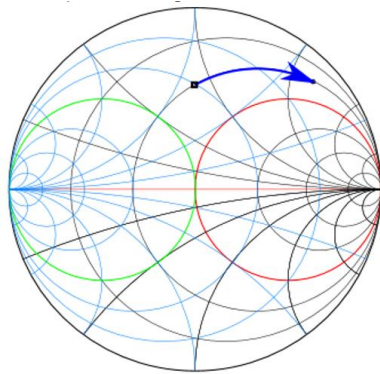

Fig.1 : Modification de l'impédance avec une inductance en série
- 1) En ajoutant une **inductance en série**, on déplace l'impédance autour des cercles de **résistance constante** dans le **sens des aiguilles d'une montre** (Fig.1). La valeur de l'inductance nécessaire pour déplacer la réactance (partie imaginaire de l'impédance) sur l'abaque de Smith par un facteur X_L est donné par la formule suivante : $L = \frac{X_L}{2\pi f}$